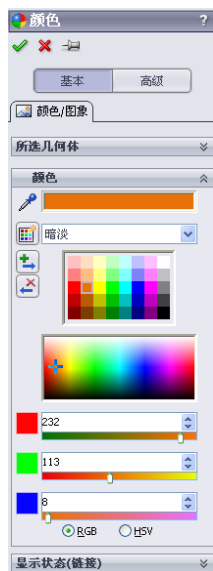
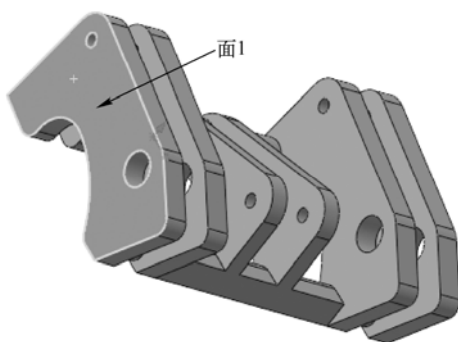
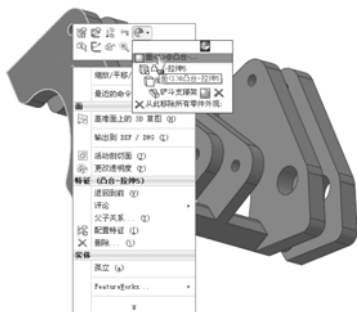
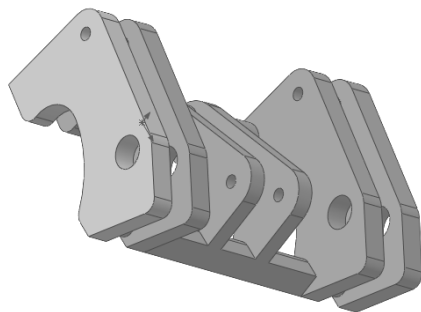

图 8-42 “外观”属性管理器
图 8-44 设置特征颜色
图 8-45 快捷菜单 3
图 8-46 设置面颜色
(2) 系统弹出的“颜色”属性管理器如图 8-42 所示，在“颜色”选项组中选择需要的颜色，然后单击 （确定）按钮，此时整个零件将以设置的颜色显示。
(3) 系统弹出的“颜色”属性管理器如图 8-42 所示，在“颜色”选项中选择需要的颜色，然后单击 （确定）按钮，设置颜色后的特征如图 8-44 所示。
(1) 右击如图 8-44 所示的面 1，在弹出的快捷菜单中单击  (外观) 按钮，在下拉菜单中选择刚选中的面，如图 8-45 所示。
(2) 系统弹出的“颜色”属性管理器如图 8-42 所示。在“颜色”选项组中选择需要的颜色，然后单击  (确定) 按钮，设置颜色后的面如图 8-46 所示。